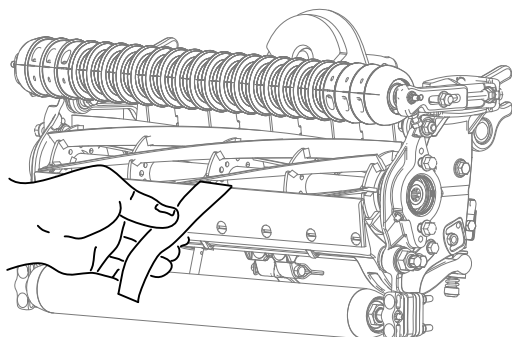

Figura 13
11. Teste o desempenho de corte inserindo uma fita comprida de desempenho de corte (Número de peça Toro 125-5610) entre o cilindro e lâmina de corte, perpendicular à lâmina de corte (Figura 13).